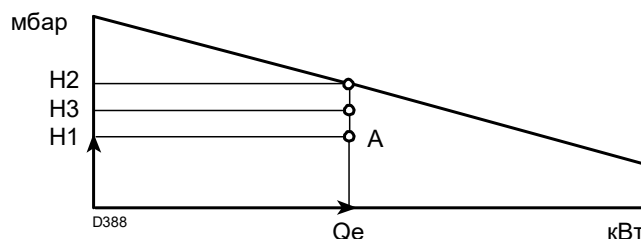

Рис. 3
- 4 Проведите вертикаль из точки А(Рис. 3) и найдите максимальное давление H2 рабочего диапазона.
Если H3 больше H1(Рис. 3), то горелка может обеспечить требуемую мощность.